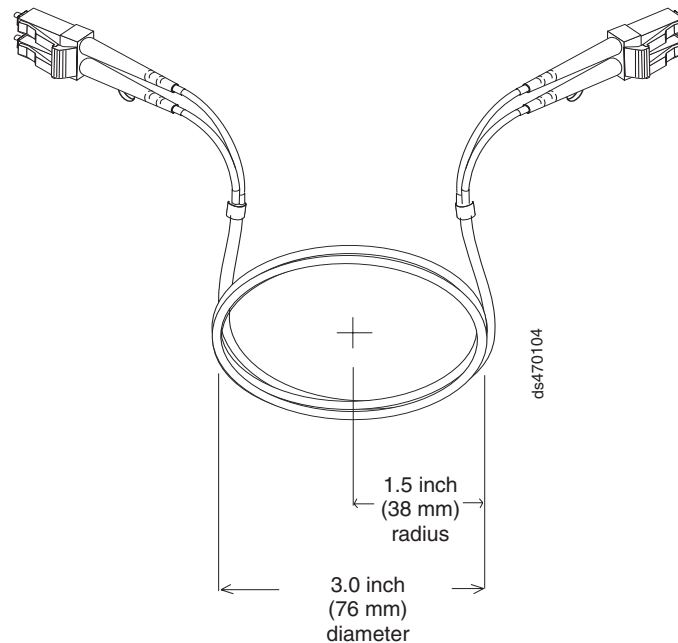

Figura 18. Especificações de Melhor Prática para Curvatura e Looping para Cabos de Fibra Ótica
- Ao armazenar cabos de fibra ótica em excesso ou não utilizados, não entorte os cabos em um diâmetro menor que 76 mm (3 Pol.) ou em um raio menor que 38 mm (1,5 Pol.) ou enrole-os ao redor deles mesmos. Consulte a Figura 18 na página 51.